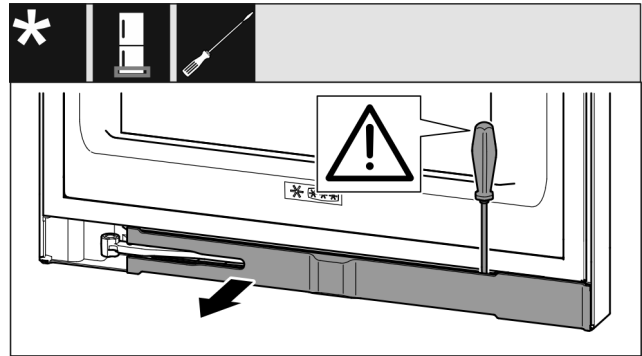

Fig. 16
- Dégager le cache au moyen d'un tournevis plat et le faire pivoter sur le côté. (voir Fig. 16)